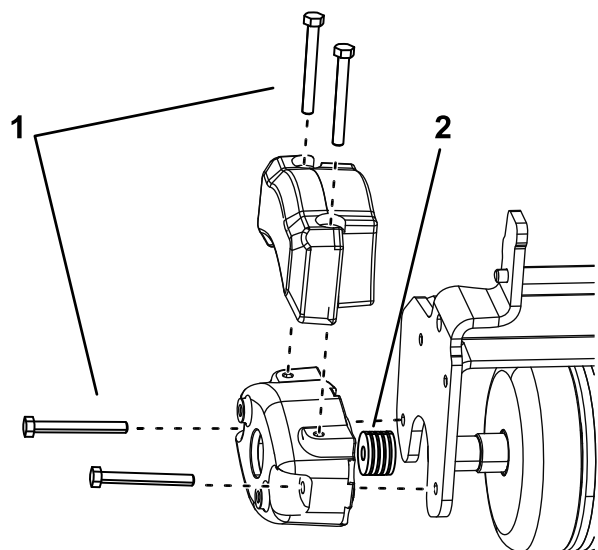

Figura 5
3. Instale quatro anilhas (1/8 pol.) por parafuso entre o contrapeso e a placa lateral do triplo-rolô (Figura 5).
2. Instale dois parafusos (5/16 - 18 x 2¾ pol.) como se mostra na Figura 5.